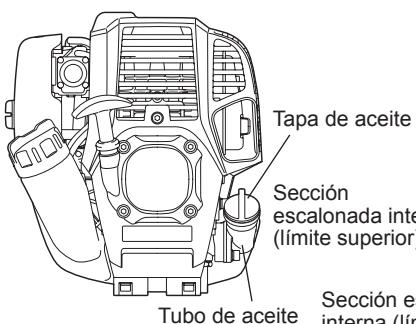
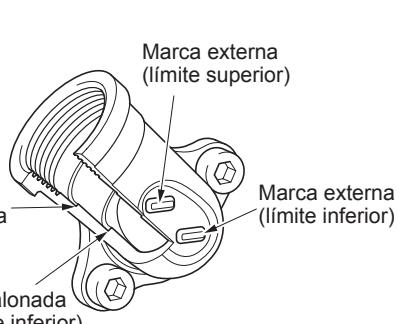

Fig. 1
Fig. 2 Tubo de aceite
- Coloque el motor en una posición nivelada, extraiga la tapa del aceite (Fig. 1) y compruebe si hay aceite en el intervalo entre las marcas del límite inferior y el límite superior del tubo de aceite (Fig. 2).